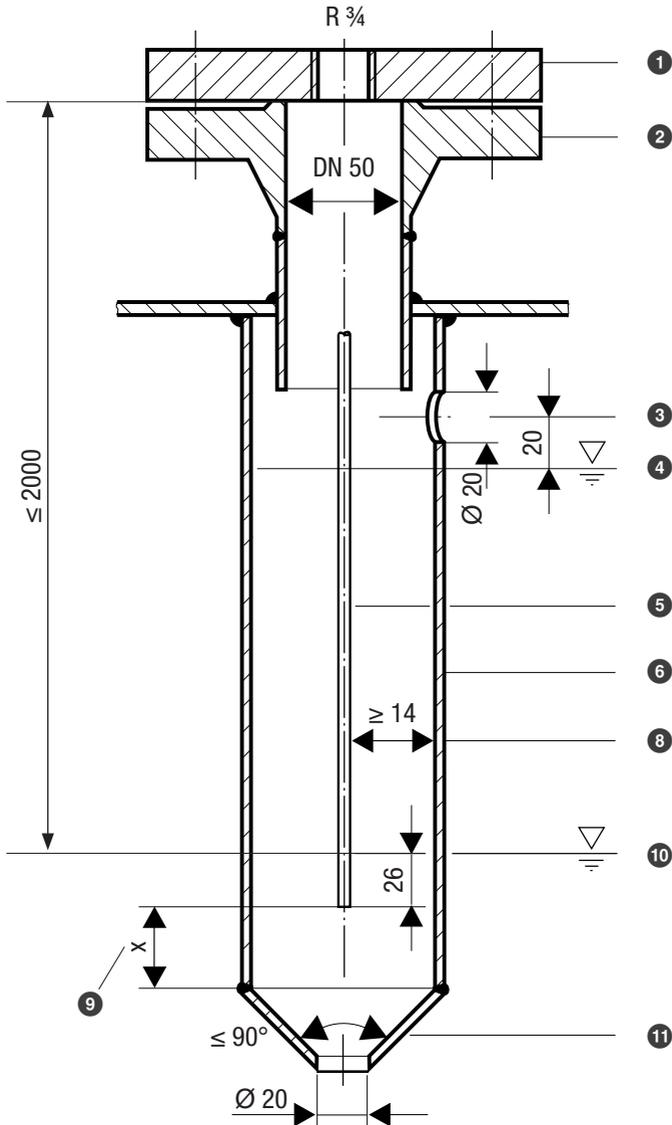
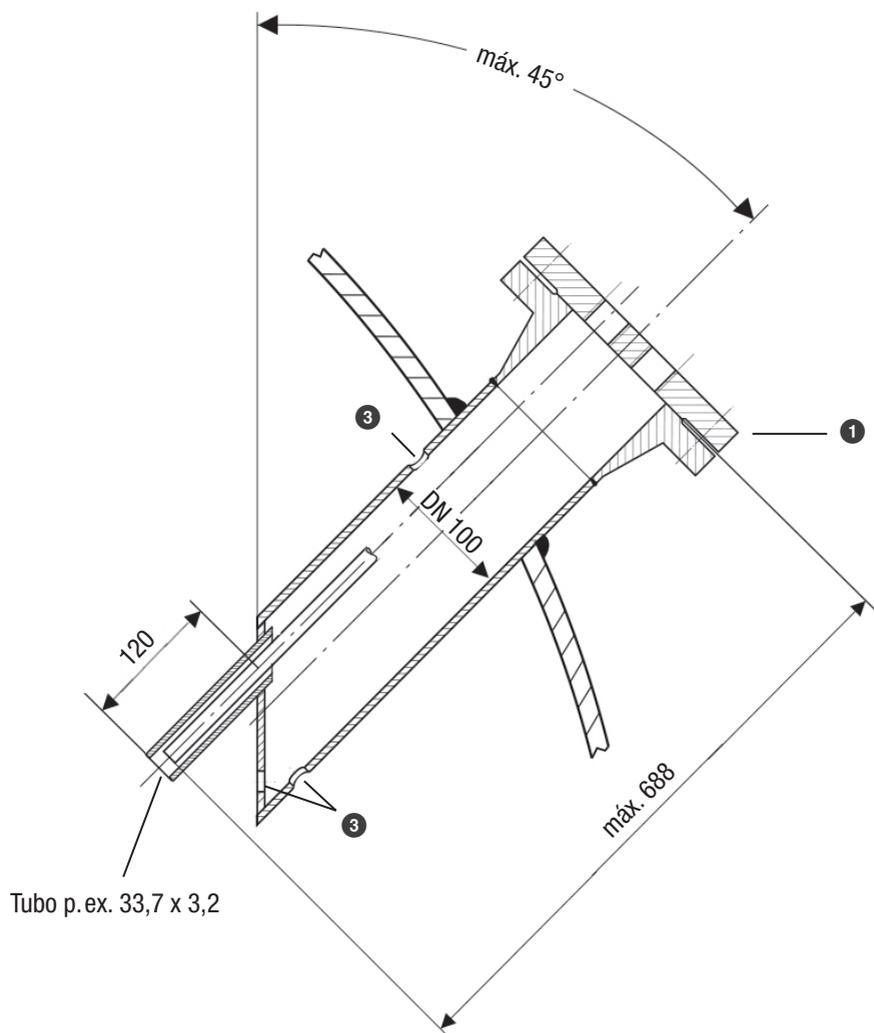

Fig. 12
Fig. 16
- Respeitar as distâncias mínimas ao montar o elétrodo de nível, ver exemplos de montagem Fig. 12 a Fig. 16.
Exemplo de montagem com especificação de medidas, ver Fig. 12, página 30
Legenda Fig. 12 a Fig. 16
- 1 Fig. 12, 13: Flange (PN 40, DN 50) EN 1092-1 (elétrodo individual)